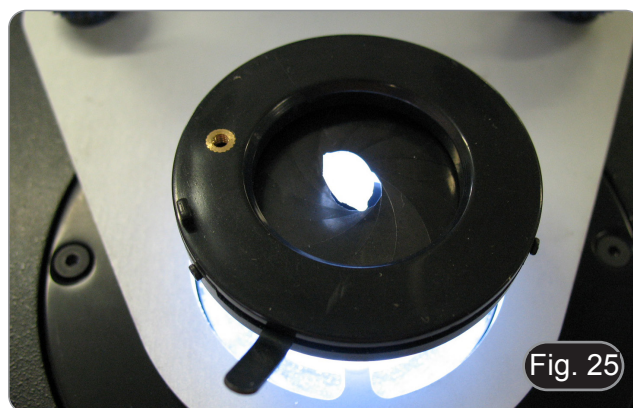

Fig. 25
- Si vous le souhaitez, il est possible de poser votre pierre précieuse directement sur le diaphragme, après l'avoir fermé à un diamètre approprié. (Fig. 25)